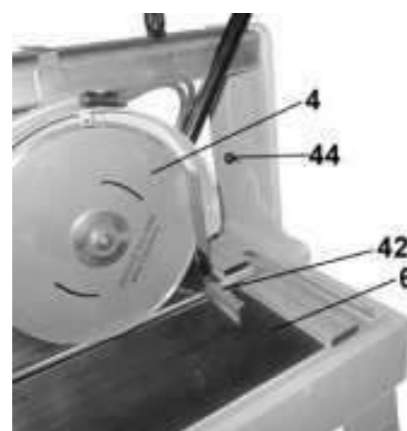

Рис. 12
10.2.1. Ослабьте положение двух винтов фиксации (14). Установите отрезной диск (4) в вертикальное положение на отметку 0° по шкале (17) и указателю (16), Рис. 2. Снимите крышку (43) защитного кожуха (5), п.12.2. Как показано на Рис.12, проверьте угол 90° положения отрезного диска (4) относительно рабочего стола (6); при необходимости произведите корректировку положения указателя (16). Для удобства в работе при изменении угла наклона отрезного диска (4) отрегулируйте положение двух ограничителей (44) в положении отрезного диска (4) под углом 90° относительно рабочего стола (6).